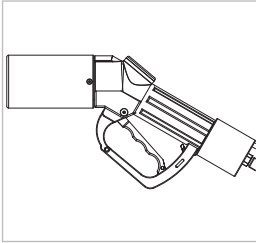

Abbildung 9
- ▶ Nehmen Sie die Füllkupplung aus der Zapfsäule heraus. Der Betätigungshebel (Pos. 6) muss in der OFF-Stellung stehen (Abbildung 9).